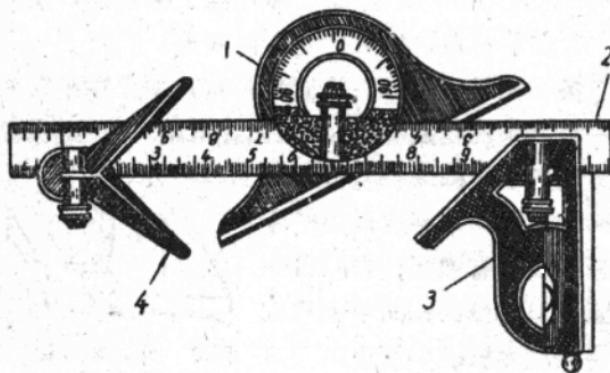

图9 万能角尺
**第8条 万能角尺(如图9)：**万能角尺由钢尺、直角规、中心规及量角器组成。直角规的检查与角尺相同。中心规在使用前须用车制的标准空心圆棒进行检查；先用中